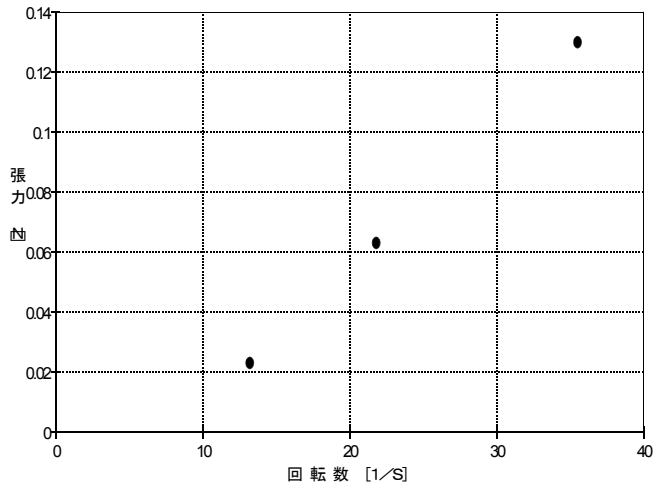

図 6 風力と張力の関係
- (2) 図 6 から、マグヌス効果による力は、空気の流速（送風機の回転数）にほぼ比例していることが分かった。